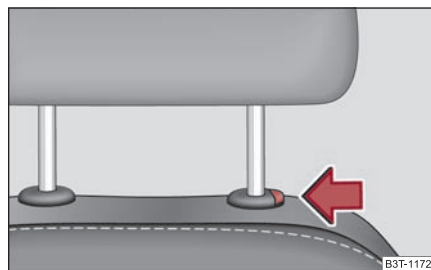

Fig. 82 Sacar reposacabezas
- Si desea desplazar el reposacabezas hacia abajo, pulse y mantenga la tecla de seguro en esa posición con una mano ⇒ página 84, fig. 82 y presione con la otra mano el reposacabezas hacia abajo.
- Pulse la tecla del seguro en el sentido de la flecha ⇒ página 84, fig. 82 y extraiga el reposacabezas.